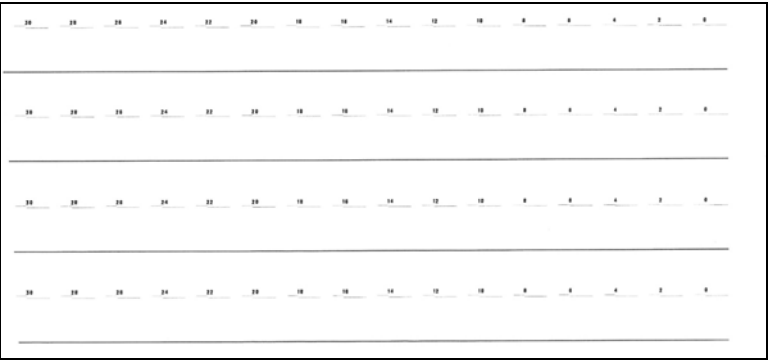

图 40. X 间距校正 （四次测试显示）
- 2. 检查打印结果，查找两条线段完全在同一条水平线上的线段及其对应的数值（图 40）。